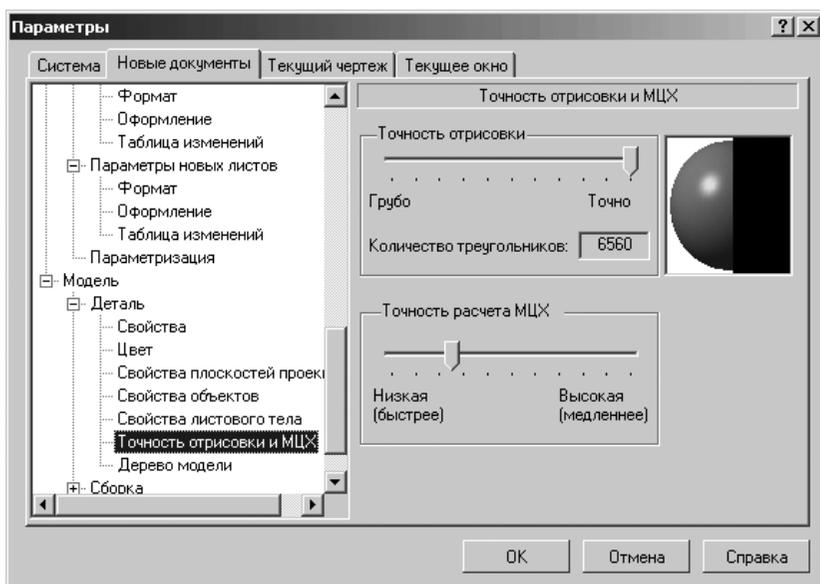

Рис. 10.97. Диалоговое окно **Параметры**
- щелкните в списке настраиваемых элементов  **Деталь** по пункту **Точность отрисовки и МЦХ**. В правой части появится панель **Точность отрисовки и МЦХ**, показанная на рис. 10.97.
- щелкните в списке настраиваемых элементов  **Сборка** по пункту **Точность отрисовки и МЦХ**. В правой части появится панель **Точность отрисовки и МЦХ**, аналогичная той, которая показана на рис. 10.97;